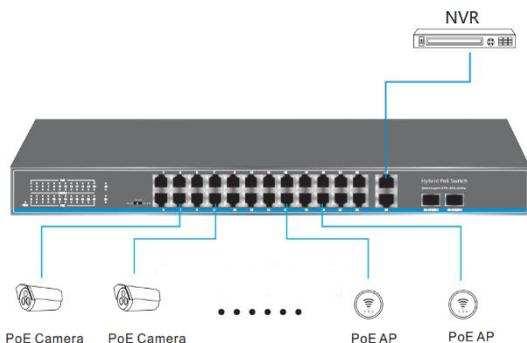

Рисунок 5 – схема подключения устройств к коммутатору
- Посредством сетевых кабелей подключите IP-видеокамеры с питанием PoE к портам Ethernet (см. рисунок 5).
- Возьмите оптоволоконный разъём и плавно вставьте его в гнездо порта SFP коммутатора (см. рисунок 5).
- Используйте порты Uplink для подключения к ним компьютеров или IP-видеорегистраторов (см. рисунок 5).